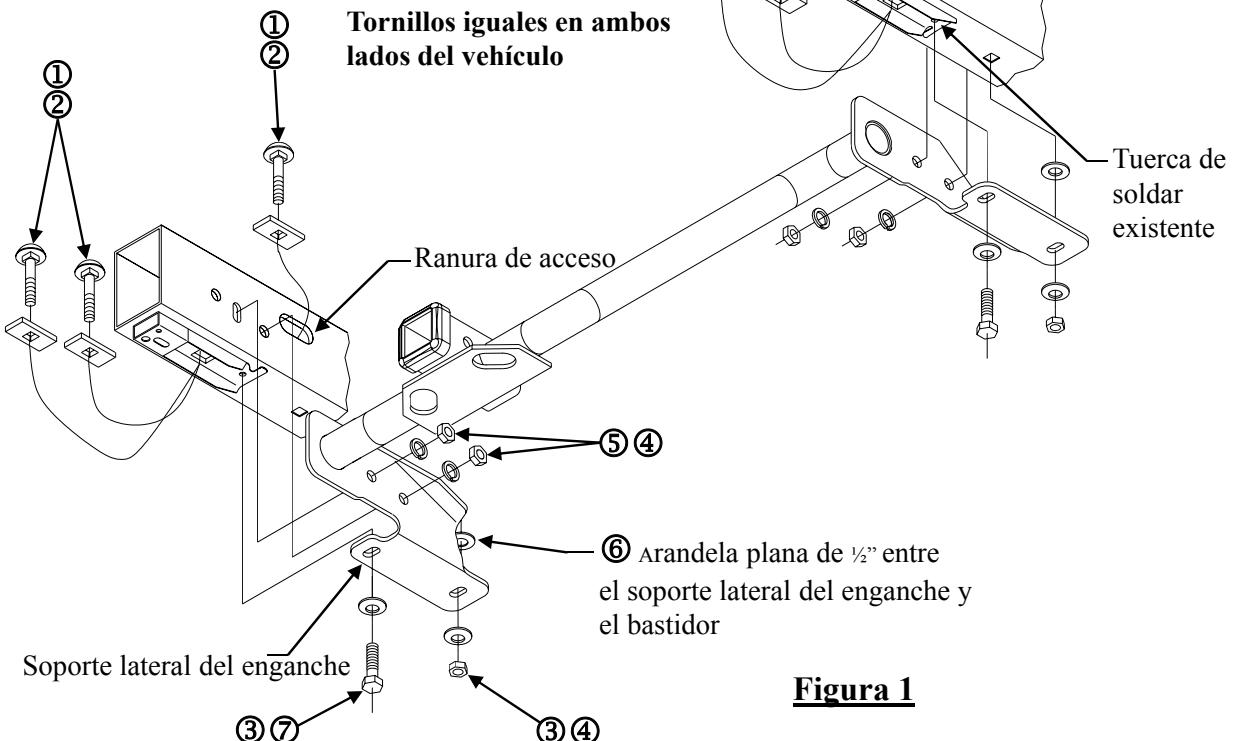

Figura 1
4. Inserte el perno de carroaje de $\frac{1}{2}$ " y el bloque a través de la ranura de acceso en el bastidor del vehículo y hacia abajo a través del orificio cuadrado en el bastidor del vehículo, en cada lado como se muestra en la Figura 1.
Nota: La arandela plana se DEBE colocar entre el soporte lateral del enganche y el bastidor en este punto de unión, ambos lados iguales (ver Figura 1). Sin apretar instale arandelas cónicas y tuercas para sostener el enganche en su lugar.
7. Inserte los pernos de carroaje de $\frac{1}{2}$ " y los bloques a través del orificio de acceso en el bastidor del vehículo y en los orificios en el costado del larguero del bastidor del vehículo, dos por lado, como se muestra en la Figura 1.
8. Instale las arandelas de bloqueo y las tuercas, dos por lado, como se muestra en la Figura 1.